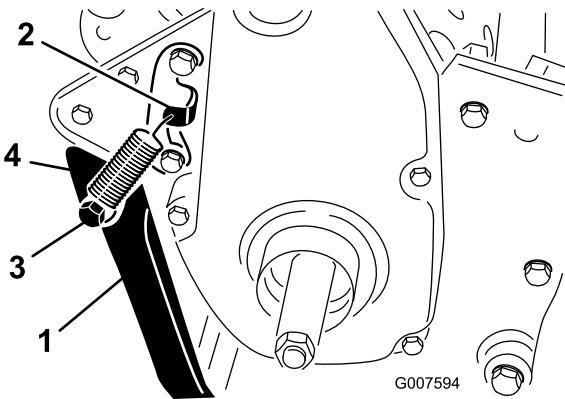

Figura 6
2. Prenda a mola no furo do suporte da mola e na fixação da mola alinhando a cavilha da mola com os furos de montagem na parte traseira do chassis (Figura 6).
| 3. Monte o apoio em cada lado do chassis com um parafuso, espaçador, anilha de cabeça chata e porca de bloqueio (Figura 6). | |